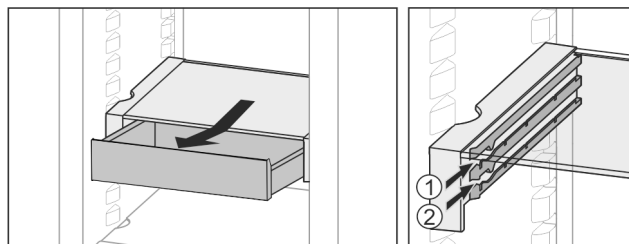

Fig. 35
- Skjut in i valfri höjd Fig. 35 (1) eller Fig. 35 (2).